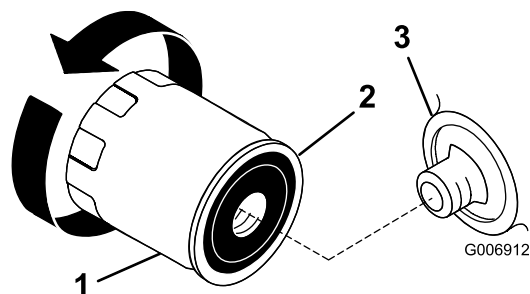

Figura 32
2. Remova o filtro de óleo antigo e limpe a superfície de vedação do adaptador do filtro (Figura 32).
3. Aplique uma fina camada de óleo para sistemas hidráulicos na junta de borracha do novo filtro do óleo (Figura 32).
5. Rode o filtro de óleo hidráulico no sentido dos ponteiros do relógio até que a junta de borracha toque no adaptador do filtro do óleo e, em seguida, aperte o filtro mais 1/3 a 2/4 de volta (Figura 32).